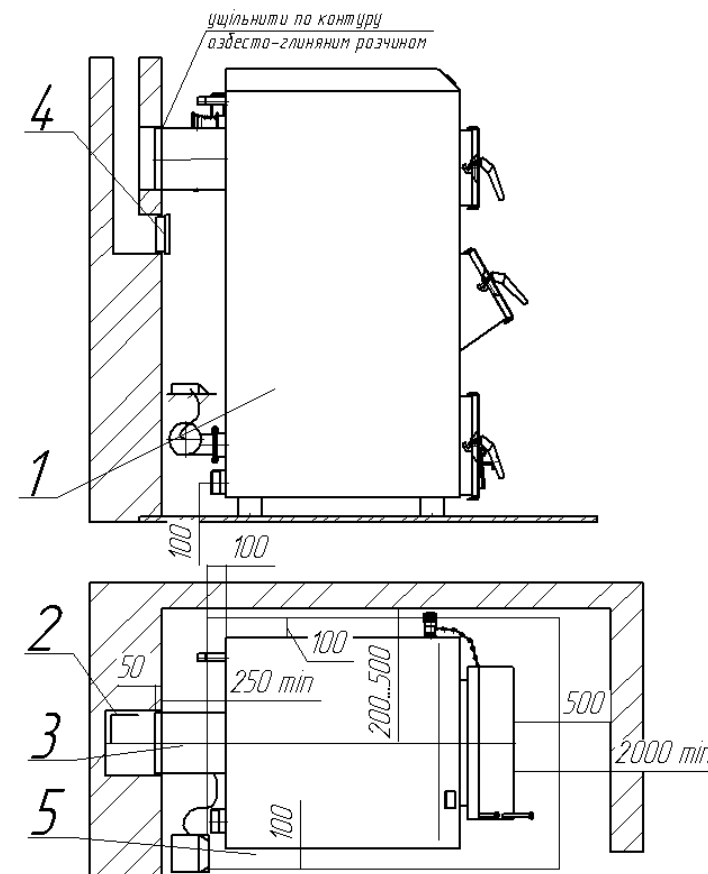

Рис. 3 Рекомендована схема установки апарата і приєднання до димової труби.
- рекомендовані розміри установки апарата згідно рис. 3.